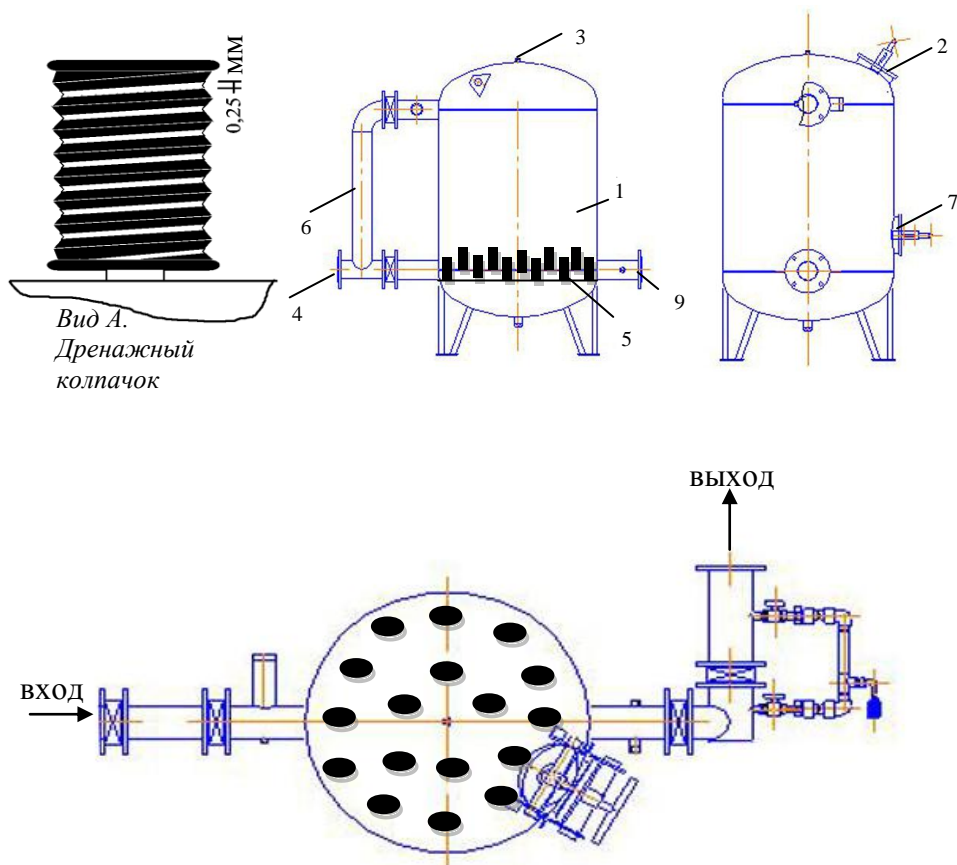

Рис. 2. Устройство гравийного фильтра
Основной составной частью фильтростанции является гравийный фильтр ФГ-50. Корпус фильтра гравийного (рис.2) (1) изготовлен из листовой стали, и имеет бочкообразную форму с выпуклыми эллиптическими днищами. Фильтрующей средой в фильтре гравийном, является фракционный гравий 1,0 – 2,0 мм, загружаемый через загрузочный люк (2). Через нижний люк в конце сезона производится его выгрузка (7). Подвод воды осуществляется через входную трубу (4), подающей поток воды в камеру фильтра для фильтрации. Отфильтрованная вода проходит через щелевую втулку (5) и поступает в отводящий коллектор (9).
Щелевая втулка имеет щели шириной 0,25 мм для отделения воды от фильтрующей среды (гравия). Промывка фильтра производится путем изменения направления потока воды при помощи байпаса (Рис.2(б)). Автоматический воздушный клапан (3) на корпусе фильтра предназначен для спуска воздуха из фильтра.